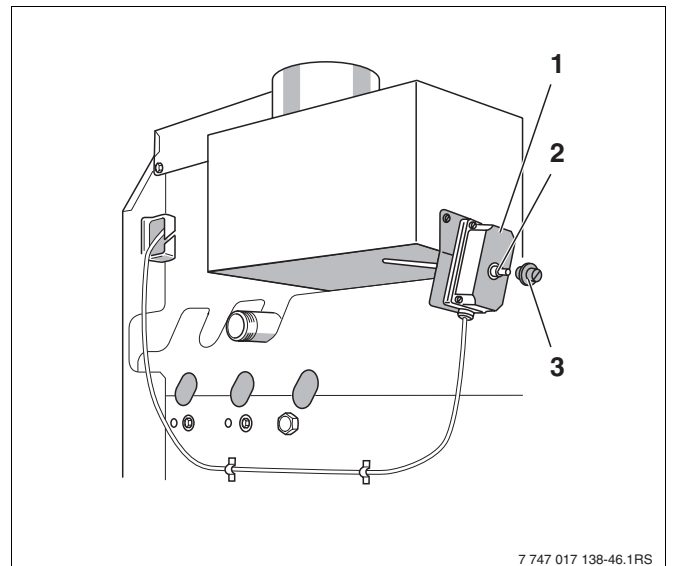

Bild 43 Abgasüberwachung AW 10 überprüfen
- Abgasüberwachung (Bild 43, **Pos. 1**) von der Strömungssicherung abschrauben.
- Abgastemperaturfühler (Bild 43, **Pos. 4**) bei laufendem Brenner in den Kern des Abgasstromes halten.
- Abgasüberwachung (Bild 43, **Pos. 1**) wieder montieren.
- Nach ca. 2 Minuten Schutzkappe (Bild 43, **Pos. 3**) entfernen und Entriegelungsstift (Bild 43, **Pos. 2**) fest eindrücken.